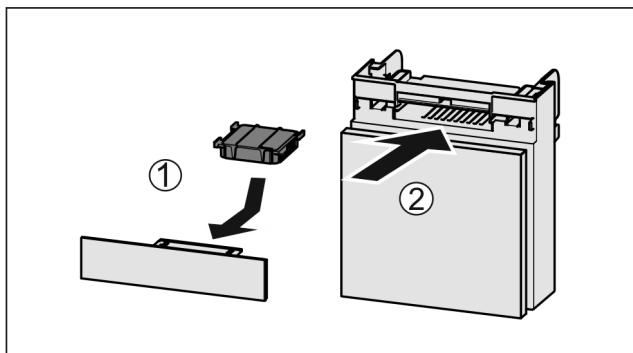

Fig. 98
▶ 按图装入 Fig. 98 (1) 活性炭过滤器。
- ▶ 推入 Fig. 98 (2) 抽屉。